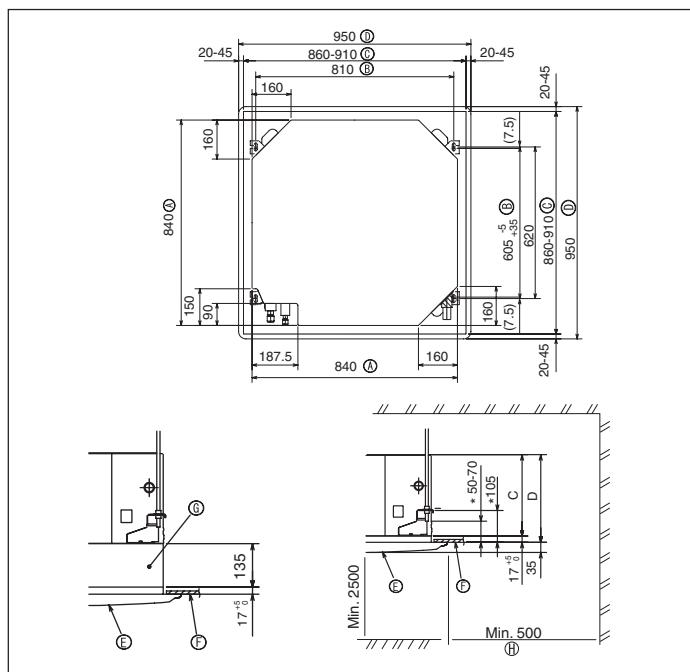

Fig. 3-2
④	Courroie	8
⑤	Vis avec rondelle (M5 x 25) pour monter la grille	4
⑥	Prise d'écoulement	1
⑦	Isolation	1
⑧	Ecrou évasé 1/4F(P60)	1
3.2. Ouvertures dans le plafond et emplacement des boulons de suspension (Fig. 3-2)
* Les dimensions de l'ouverture dans le plafond peuvent être définies au sein de la plage indiquée dans la Fig.3-2 ; centrer l'appareil principal par rapport à l'ouverture dans le plafond, en veillant à la symétrie de chaque côté par rapport à l'orifice.